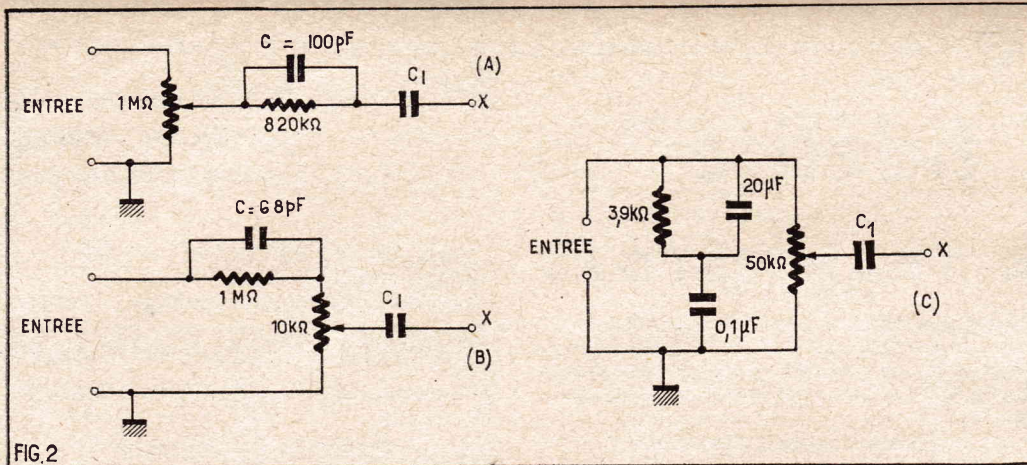

FIG. 2
En raison de la très grande sensibilité de cet amplificateur, qui est de 3,5 mV pour 3 W à la sortie on peut considérer que dans de nombreuses applications on pourrait se dispenser d'un préamplificateur. Nous donnons à la figure 2, trois schémas A, B et C de circuits d'entrée spéciaux, effectuant la correction et munis de réglage de volume.
Figure 2 A : circuit pour pick-up piézo électrique. Le réglage de volume de 1 M Ω est disposé en parallèle sur l'entrée, c'est-à-dire sur le pick-up. Le circuit 100 pF (C) — 820 k Ω est un correcteur améliorant la réponse aux fréquences élevées. La valeur de C = 100 pF est donnée à titre d'ordre de grandeur, pratiquement on déterminera C d'après la tonalité désirée. C_1 est le conden-
En B, figure 2, on donne un autre circuit d'entrée pour PU piézo électrique. Ici le circuit correcteur C-1 M Ω est à l'entrée et le VC à la sortie. La valeur de C est à déterminer, par exemple 68 pF, de C_1 est de 25 μF .
En C, figure 2, le montage convient pour un pick-up à réluctance variable et effectuant la correction spécialement prévue pour ce capteur. La valeur de C_1 est 25 μF .
Une autre solution, si l'on utilise le montage de la figure 2, A, B et C, est de disposer des réglages de tonalité simples à l'amplificateur.
Avec le montage correcteur de la figure 2 on pourra, si nécessaire, réduire à 500 k la résistance qui shunte C, dont la valeur deviendrait plus élevée, par exemple 200 p.